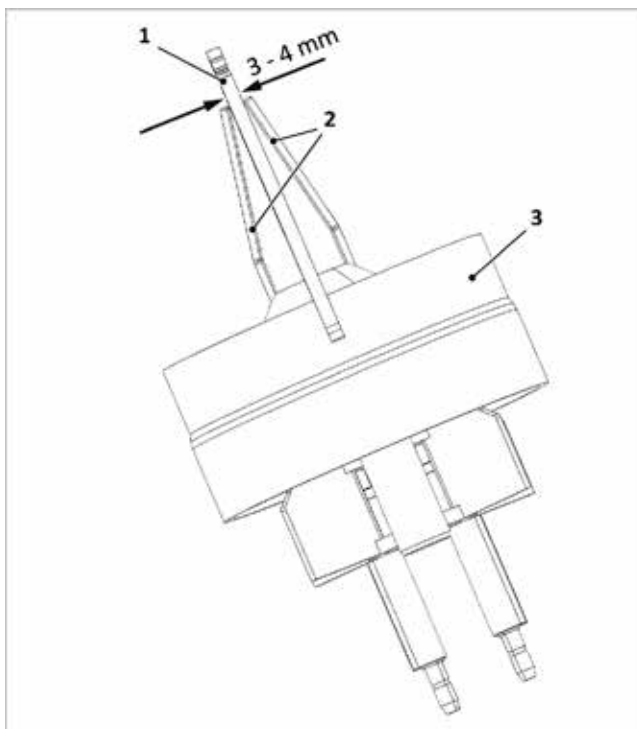

Fig. 143: Controllo della distanza degli elettrodi di accensione
- Distanza degli elettrodi come nella → fig. 143 controllare ed eventualmente correggere piegando con cautela.